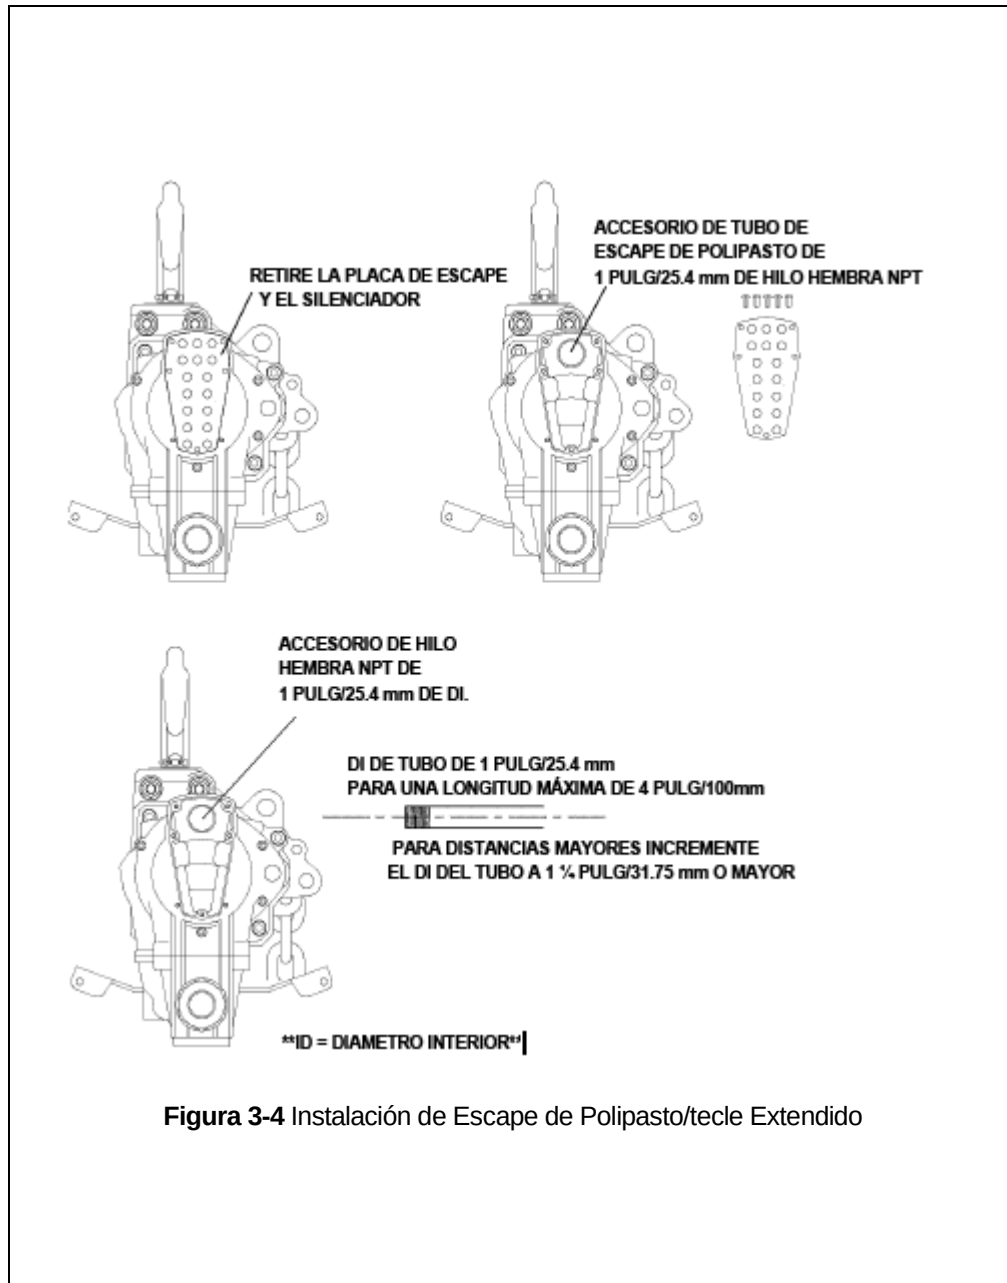

Figura 3-4 Instalación de Escape de Polipasto/tecle Extendido
- 3.7.1 Algunas aplicaciones de polipasto/tecle requieren que el escape del polipasto/tecle sea expulsado fuera del entorno inmediato. Para satisfacer esta necesidad, es posible extender el escape del polipasto/tecle a otra área. La Figura 3-4 describe el método para extender el escape del polipasto/tecle.